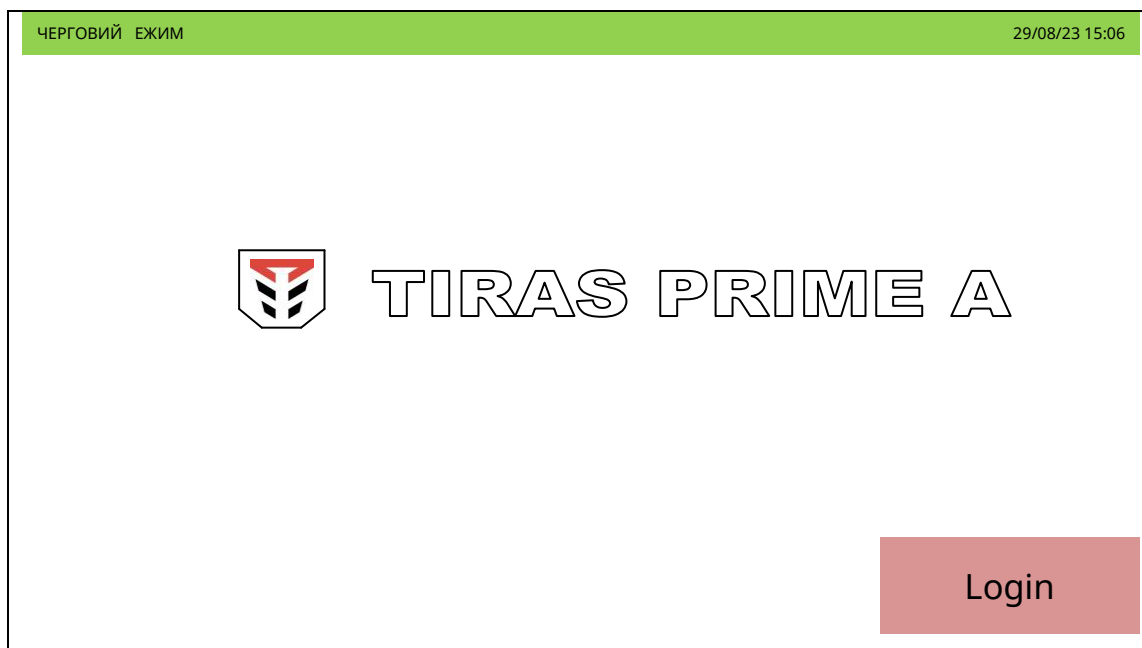

Рисунок 8.3.1 - Вікно чергового режиму ППКП
8.3.1 В черговому режимі ППКП перебуває весь час, доки не переходить в інші режими. Вигляд вікна чергового режиму показаний на рис.8.3.1. Вікно чергового режиму має найнижчий пріоритет.